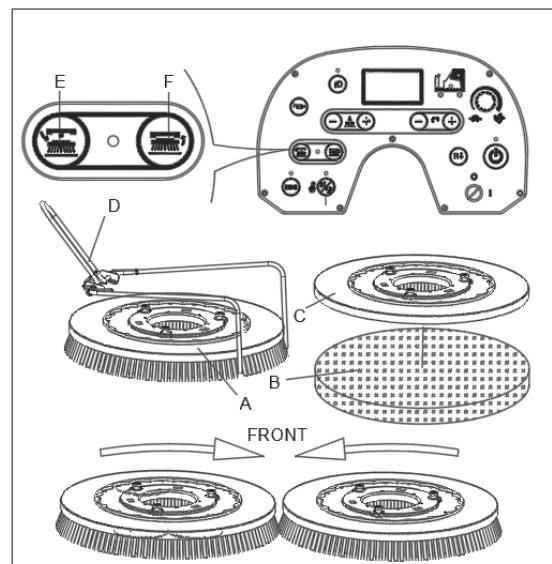

Figure 8
Installer soit la brosse (A, Figure 8) soit le support de disque (B et C, Figure 8) selon le type de sol à nettoyer.
- Placer les brosses (A, Figure 8) ou les supports de disque (B Figure8) sous le plateau. Utiliser la butée d'installation de la brosse (D, Figure8) pour faciliter la recherche de la bonne position de la brosse/du support de disque.
- Installer la brosse/le support de disque, en appuyant sur le bouton à clic de la brosse/du support de disque (F, Figure 8) ; la brosse/le support de disque sera automatiquement installé. Le sens de rotation est indiqué (Figure 8). Le voyant LED clignotera.
- Insérer la clé de contact (53, Figure 3) et la tourner sur « I »... S'assurer que la brosse/le support de disque est en position haute (HAUT). Retirer la brosse/le support de disque, en appuyant sur le bouton de déblocage de la brosse/du support de disque (E, Figure 8) ; la brosse/le support de disque sera automatiquement débloqué. Le voyant LED sera fixe.